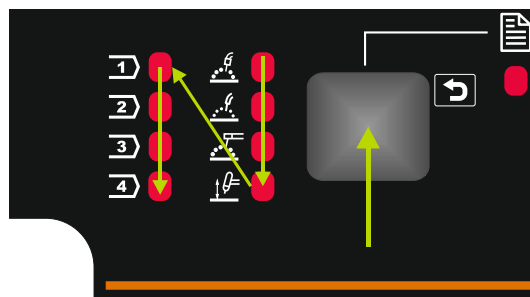

Figura 6.
- Din nou, apăsați Butonul din stânga [29] indicatorul programului de sudare (30 sau 31) va trece la următorul în secvența prezentată în Figura 6.